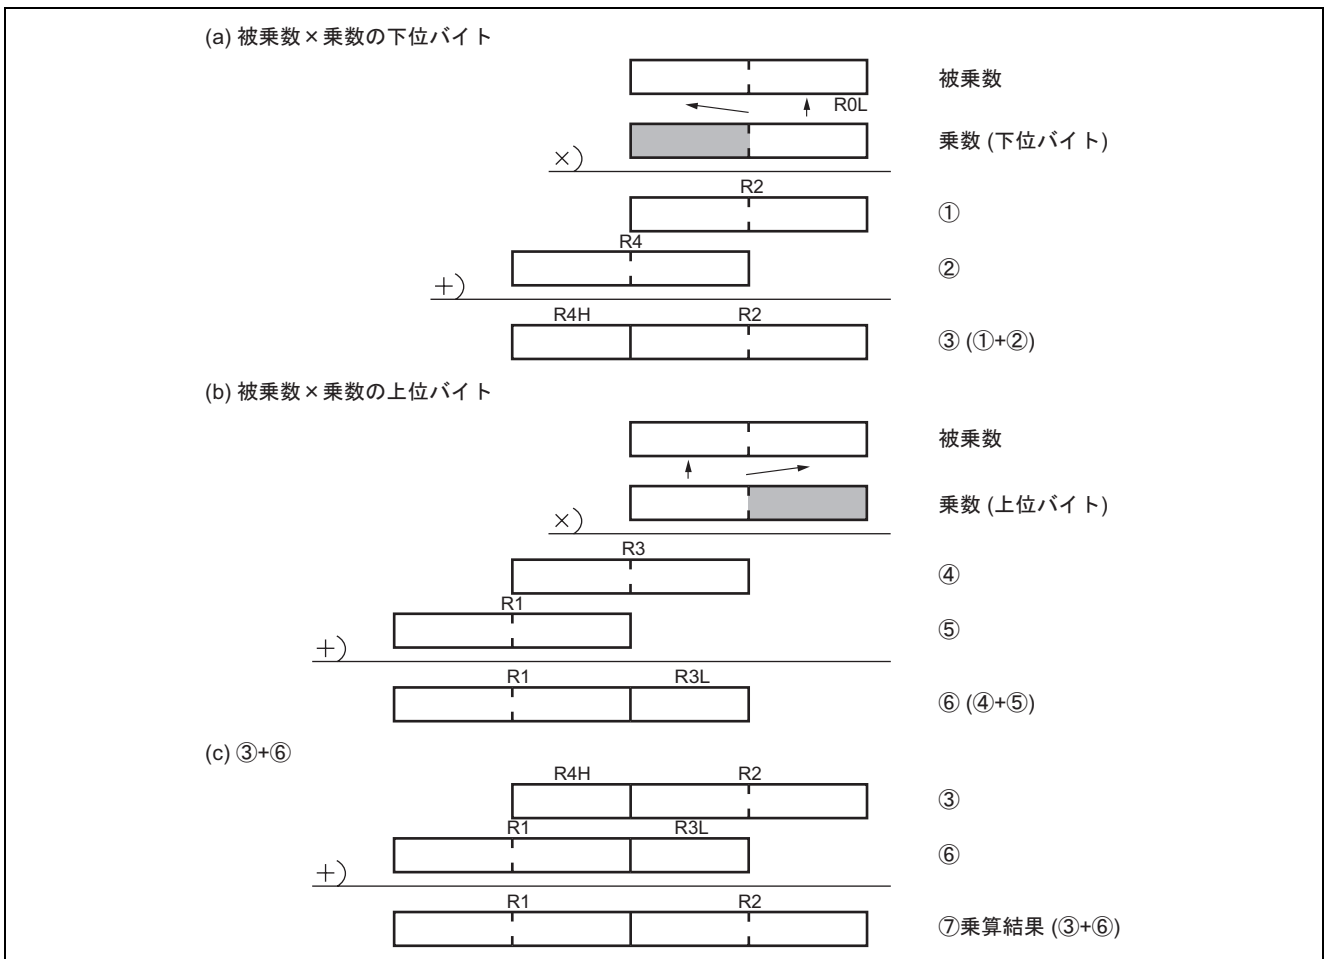

図 4 ソフトウェア MUL による乗算例
1. 16 ビット 2 進数の乗算例を図 4 に示します。
16 ビット 2 進数の乗算は、図 4 のように、MULXU 命令を用いて部分積を求め、この結果を加算することにより行います。
被乗数 (下位バイト) × 乗数 (下位バイト) (図 4-)
被乗数 (上位バイト) × 乗数 (下位バイト) (図 4-)
を求め、加算することで被乗数 × 乗数 (下位バイト) の部分積 (図 4-) を求めます。
b. MULXU 命令を用いて、a.と同様に、被乗数 × 乗数 (上位バイト) の部分積 (図 4-) を求めます。
c. a.と b.の部分積を加算し、乗算結果を求めます(図 4-)。